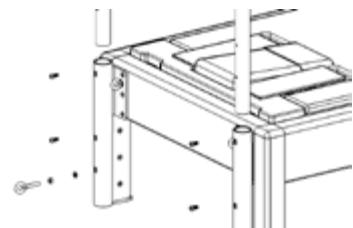

Figure 14
- Nehmen Sie die Turmrohre mit der Durchsteckstange aus dem Karton heraus. Schneiden Sie die Verbindung zwischen der Durchsteckstange und den Rohren nicht durch, sonst kann sie beim Anheben schwingen und Sie oder andere Personen treffen. An der Außenseite der beiden vertikalen Rohre befinden sich zwei (2) Gewindelöcher, die im eingebauten Zustand von der Maschine weg zeigen, wenn sie installiert sind.
- Führen Sie die Rohre in die Turmhalterungen am Kopfende der Maschine ein und achten Sie darauf, dass die Gewindelöcher zu Ihnen zeigen, wenn Sie sie installieren. Senken Sie die Rohre vorsichtig bis zum Anschlag in die Turmhalterungen ab. Sie werden den Boden berühren. Siehe Abbildung 14.
- Verwenden Sie die mitgelieferten vier 1/4 -Zoll 20 x 5/8-Zoll langen Schrauben, um die Rohre an den Halterungen zu befestigen. Es kann notwendig sein, das Rohr leicht anzuheben, um die Löcher passend auszurichten. Ziehen Sie alle Schrauben zunächst mit der Hand an, bevor Sie sie vollständig festziehen. Verwenden Sie den 5/32-Zoll-Inbusschlüssel, um alle vier (4) Schrauben an den Halterungen festzuziehen. Nachdem die Schrauben fest angezogen sind, entfernen Sie das Band und die Verpackung von der Durchsteckstange. Montieren Sie die 2 · Zoll langen Ringschrauben mit einer Mutter und einer Sicherungsscheibe gegen das Rohr in das untere Loch der Halterungen. Achten Sie darauf, dass die Ringschraube senkrecht ausgerichtet ist, wenn sie festgezogen ist.